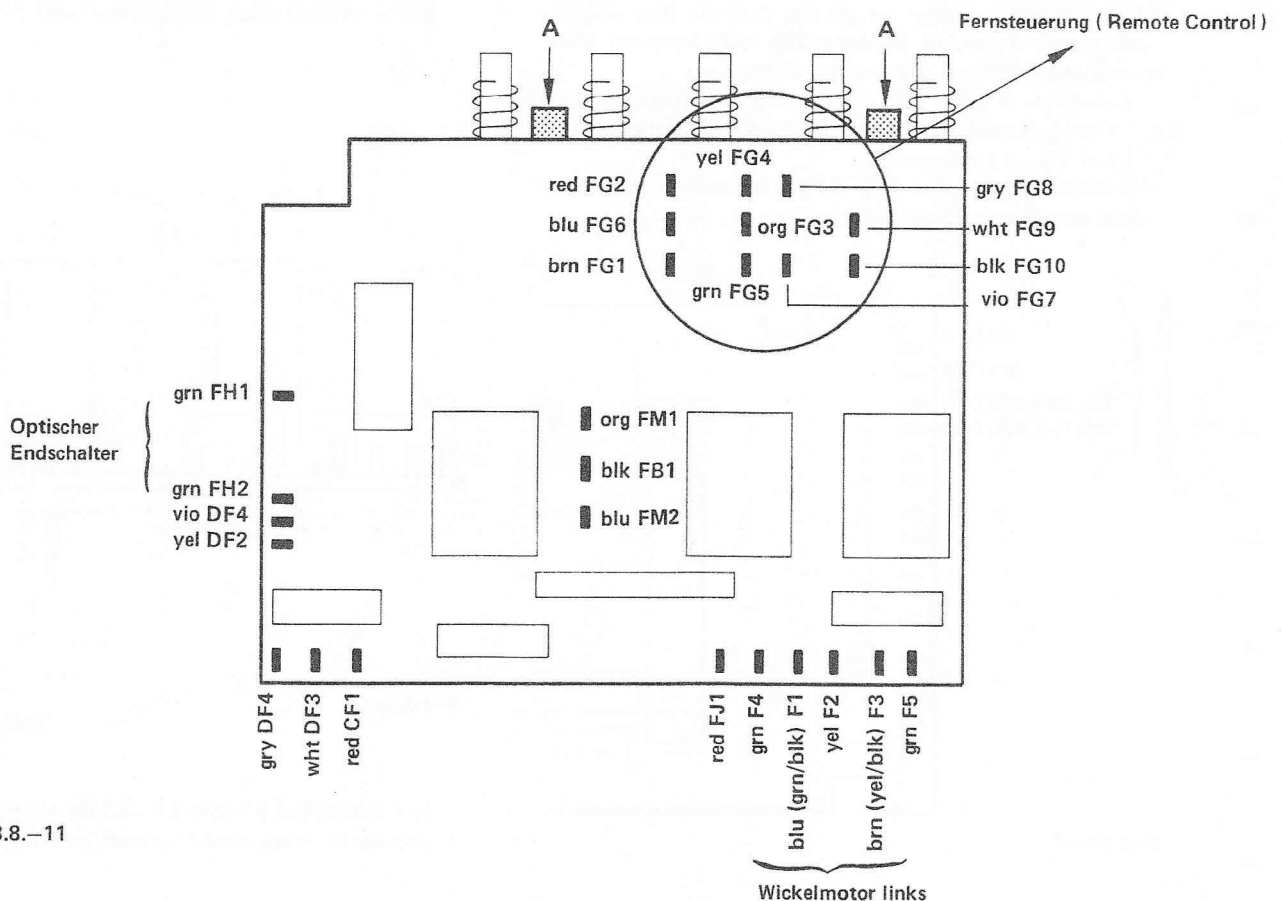

Bild 3.8.–11
- Schrauben A ( Bild 3.8.–11 ) lösen. Mit dem Steuerprint nach unten ausfahren.